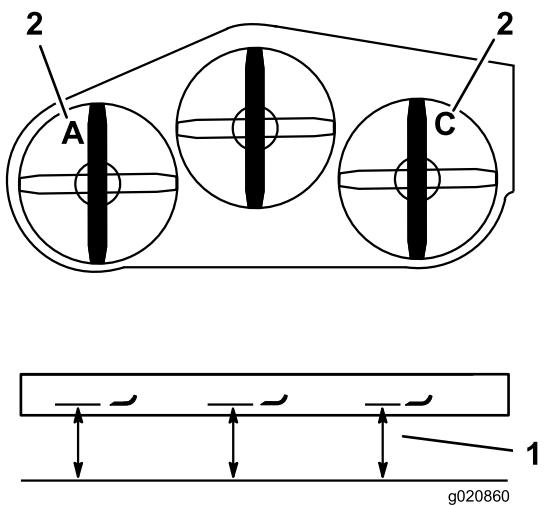

Figure 85
3. Mesurez et notez la distance au point **A** entre la surface plane et le tranchant de la pointe de la lame gauche (Figure 85).
4. Mesurez et notez la distance au point **C** entre la surface plane et le tranchant de la pointe de la lame droite (Figure 85).
3. Mesurez et notez la distance au point **C** entre la surface plane et le tranchant de la pointe de la lame droite (Figure 85).